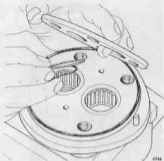

Fig 165. Borttagning av slifris, stökringar och O-ringar.
7. Ta bort kuggjulen, eventuella mellanlägg, slifrisken, O-ringar, stökringarna och O-ringarna, se fig 165.